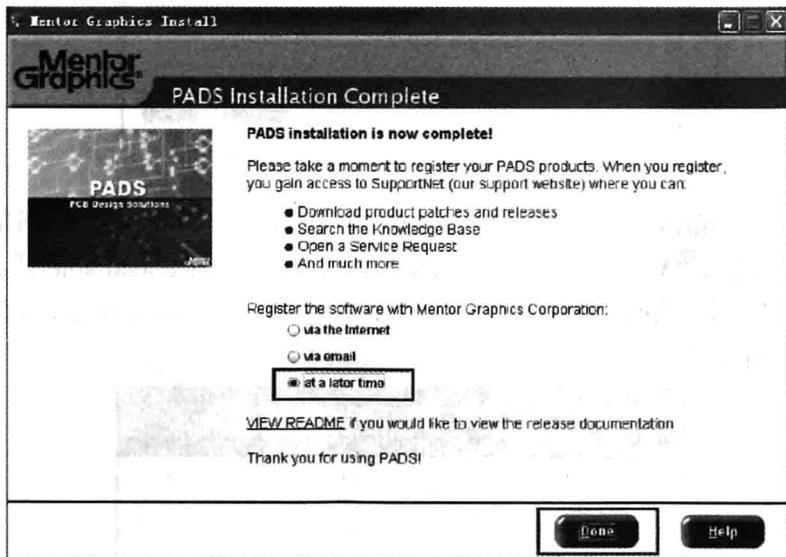

图 1-10 PADS 9.5 注册对话框
(8) 当进程 100% 完成后，弹出“PADS Installation Complete”对话框，提示我们是否现在注册。选择“at a later time”选项并单击【Done】按钮完成软件的安装，如图 1-10 所示。